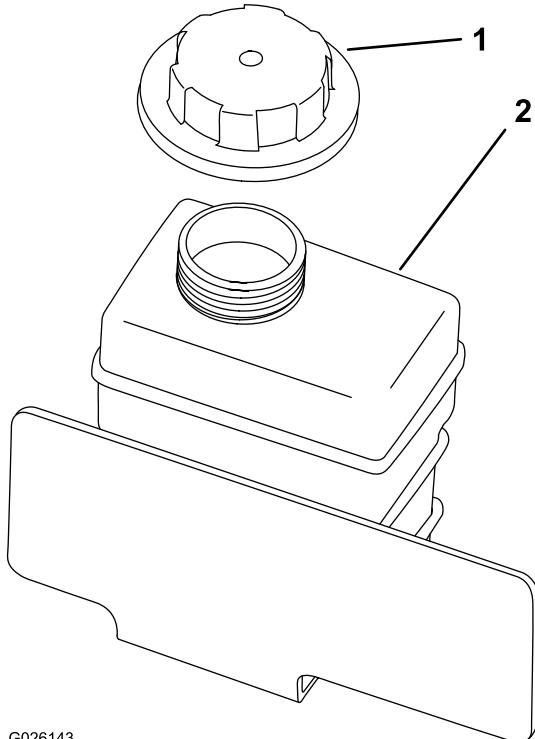

Figure 18
2. Vérifiez le niveau du liquide de refroidissement dans le vase d'expansion (Figure 18).